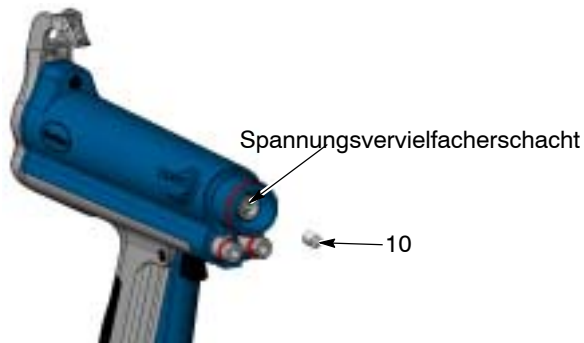
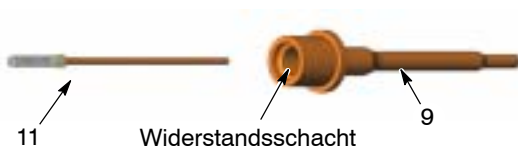

Abb. 5 Kontaktdistanzstück abnehmen
Abb. 6 Widerstand vom Halter abnehmen
8. Siehe Abbildung 5. Das Kontaktdistanzstück (10) aus dem Spannungsvervielfacherschacht herausnehmen. Das nicht leitende Fett vom Kontaktdistanzstück abwischen.
9. Siehe Abbildung 6. Den Widerstand (11) vom Widerstandshalter (9) abnehmen.
1. Siehe Abbildung 6. Etwa 0,60 ccm nicht leitendes Fett in den Widerstandsschacht drücken.
2. Den Widerstand (11) in den Widerstandshalter (9) schieben, bis er anliegt, dann den Widerstandsschacht mit etwa 0,8 ccm nicht leitendem Fett füllen.
3. Siehe Abbildung 5. Das Kontaktdistanzstück (10) in den Spannungsvervielfacherschacht schieben. Den Spannungsvervielfacherschacht mit nicht leitendem Fett füllen.